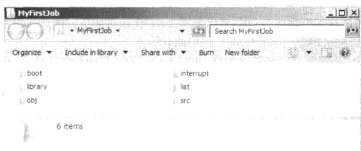

图 4.4.10 建立 MyFirstJob 文件夹
① 首先新建一个文件夹,命名为 MyFirstJob,并将 STM32\_FW 中的 boot,library,src,obj,list,interrupt 文件夹复制到 MyFirstJob 中,如图 4.4.10 所示。